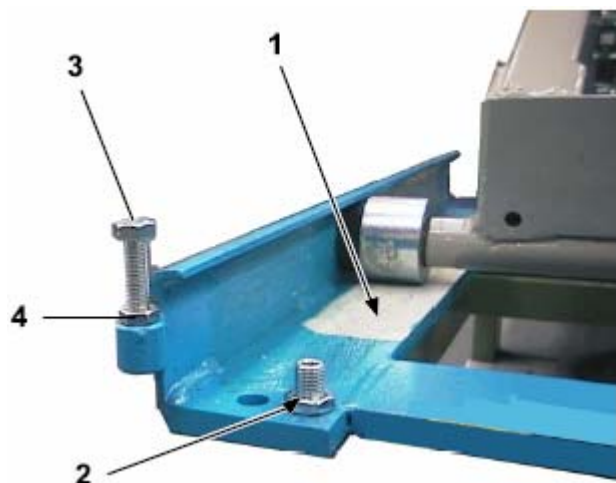
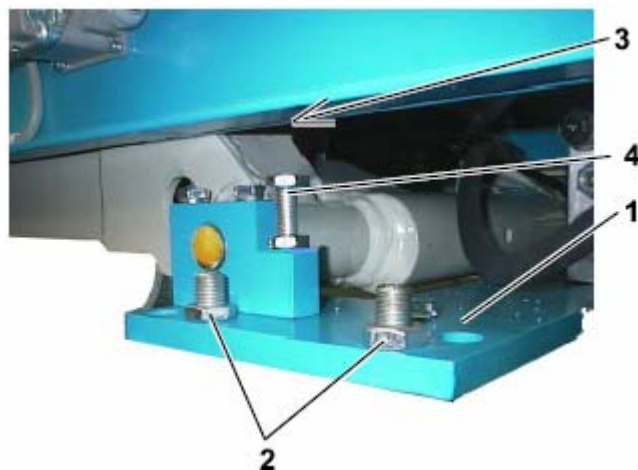

Рис. 32
Рис. 33
- Проверьте выравненность оснований платформ, используя в качестве точек отсчета: поверхности скольжения роликов (1, Рис. 32) и опоры для шатунного механизма (1, Рис. 33). При необходимости воспользуйтесь регулировочными винтами (2, Рис. 32 и Рис. 33). В данном случае основание подъемника должно полностью лежать на полу во избежание возможных его деформаций. Если необходимо, используйте клинья.